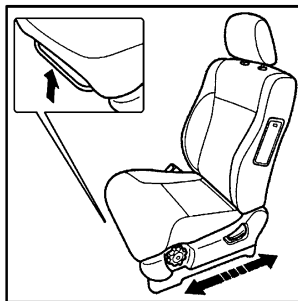

图 1-16
- 操作时,提起操纵手柄,使座椅松开,调整座椅与脚踏板的距离至所需位置,放下手柄,再稍移动座椅,使锁止机构锁死(图 1-16);